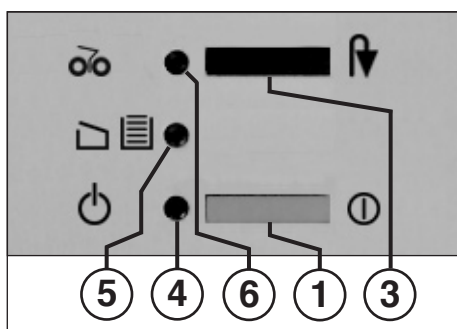

fig. 1
- 3 = Interrupteur à poussoir „marche arrière“ (fig. 1)**
- 4 = Voyant de contrôle „prêt à fonctionner“ (fig. 1)**
- 5 = Voyant de contrôle (fig. 1) „récipient plein“ / „porte ouverte“**
- 6 = Voyant de contrôle „bourrage“ (fig. 1)**
- Appuyer sur l'interrupteur à poussoir (1) (fig. 1) de la machine. Le voyant de contrôle (4) (fig. 1) s'allume.
Si le sac de réception est plein, la machine s'arrête automatiquement. Le voyant de contrôle (5) (fig. 1) s'allume. Vider alors le sac de réception comme suit:
- Replacer le cadre avec le sac de réception et fermer la porte. Le voyant de contrôle (5) (fig. 1) s'éteint.
Faites bien attention de mettre l'appareil hors circuit pendant la nuit en actionnant l'interrupteur manométrique (1) (fig. 1).
- Le voyant de contrôle (6) (fig. 1) s'allume.